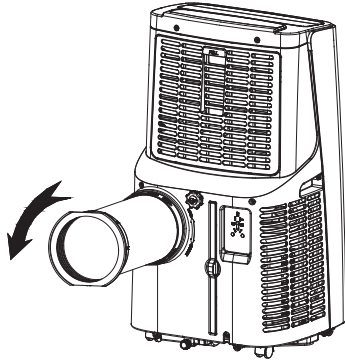

Bild 1
1. Installera värmeröret (se bild 1).
- För in värmeröret (utblåsrörets ände) i den bakre panelens ventilationsöppning (tryck till vänster) och slutför monteringen (se bild 1).